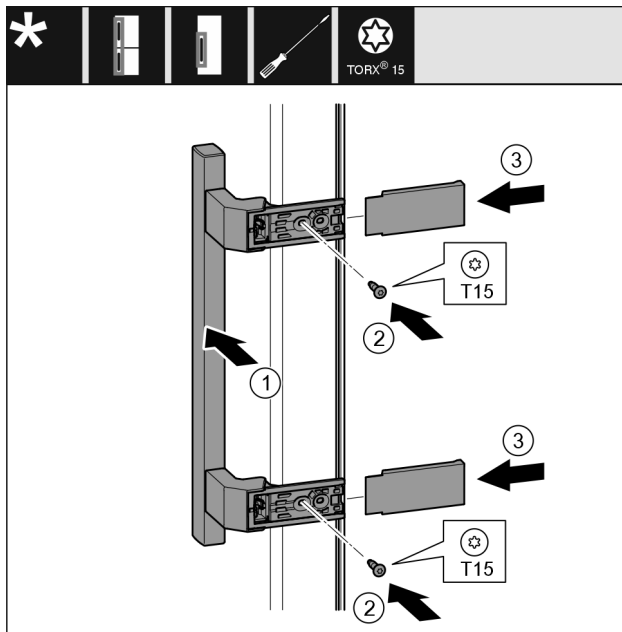

Fig. 22
- Nasadíte madlo Fig. 22 (1) na protilehlé straně.
- Šroubovákem šrouby Fig. 22 (2) pevně utáhněte.
- Kryty Fig. 22 (3) bočně nasadíte a nasuňte.